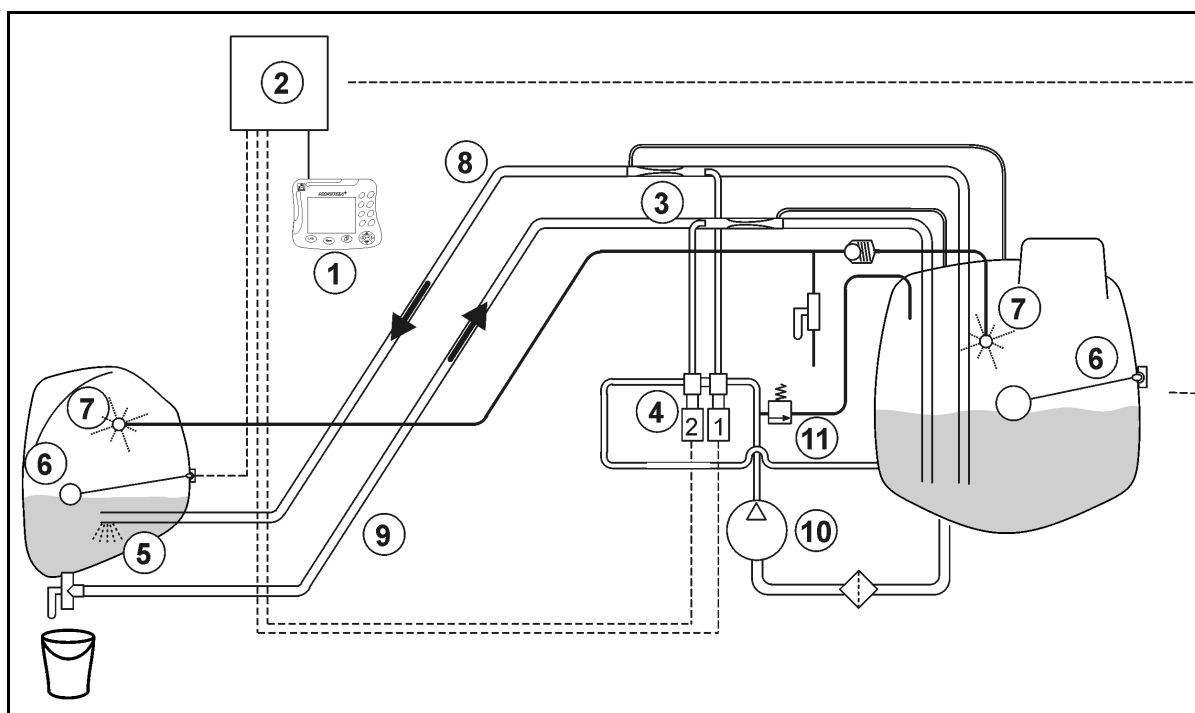

Fig. 16
1. Cuplați furtunul de legătură (Fig. 16/1) de la rezervorul frontal cu racordul de umplere (Fig. 16/2).
2. Robinetul de comutare de la rezervorul frontal (Fig. 16/3) în poziția **X**.